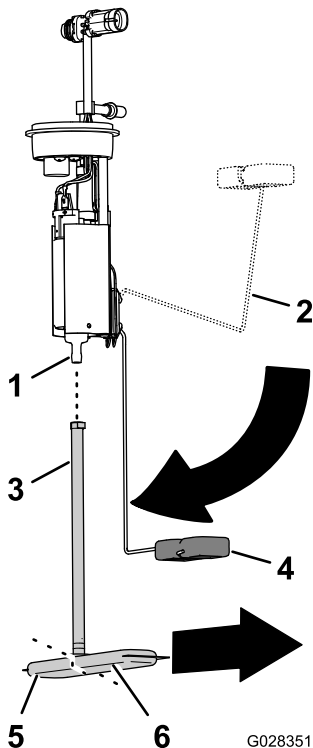

図 88
1. 燃料ポンプのフィッティングから燃料フィルタのピックアップチューブを外す 図 88。
2. 新しい燃料フィルタのピックアップチューブを、燃料ポンプのフィッティングに合わせる 図 88。
3. 燃料フィルタの長い方の脚を、フロートのアームが「残量ゼロ」位置の時のフロートに合わせる 図 88。
4. 燃料ポンプのフィッティングをピックアップチューブの一番奥まで入れる 図 88。
2. 燃料ポンプ / センダーユニットを、燃料タンク内部に入れる 図 87と図 88。